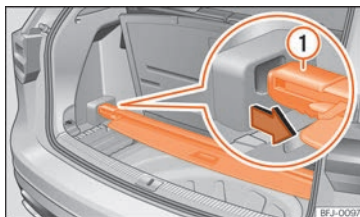

Fig. 117 Sous le plancher du coffre à bagages : ranger la plage arrière du coffre à bagages.
- Placez le plateau du coffre à bagages prévu à cet effet » fig. 117.